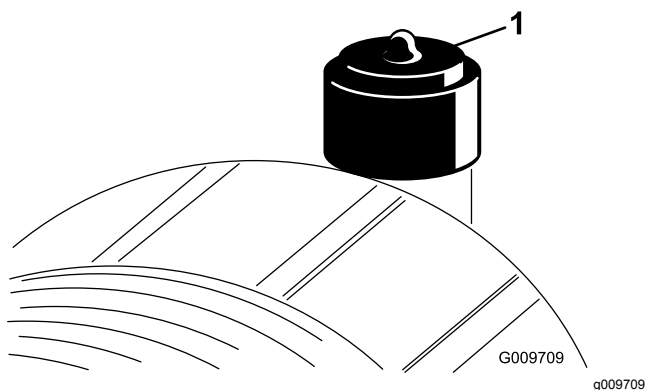

Figure 54
Faites l'entretien du filtre à air uniquement quand l'indicateur de colmatage (Figure 54) indique que cela est nécessaire. Ne remplacez pas le filtre à air plus fréquemment que nécessaire ; cela ne fait qu'accroître le risque de contamination du moteur par des impuretés quand le filtre est déposé.
2. Réarmez l'indicateur de colmatage (Figure 54) s'il est rouge.